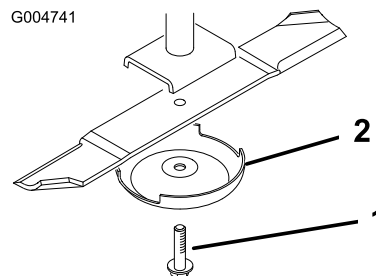

Figura 110
3. Togliete il bullone, la coppa antistrappo e la lama dall'asse del perno (Figura 110).